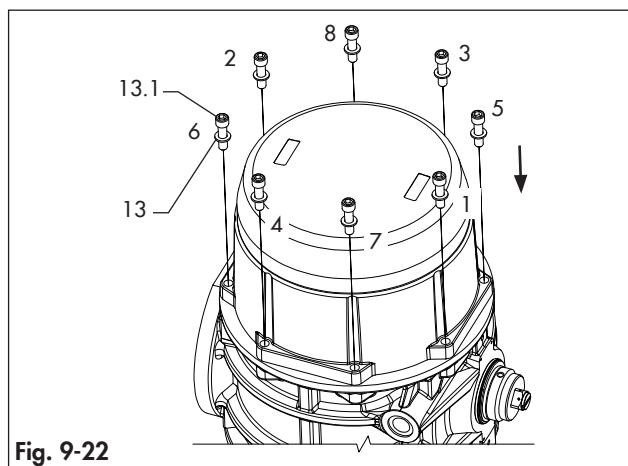

Fig. 9-22
- Fixer la flasque (30) en vissant partiellement les vis (13) 1 tour à la fois en suivant l'ordre indiqué à la Fig 9-22.
- ➔ Respecter l'ordre indiqué dans la Fig. 9-22.
- Terminer la fixation des vis d'embout (13) en serrant 1 tour à la fois pour chaque vis dans l'ordre indiqué à la Fig. 9-22.